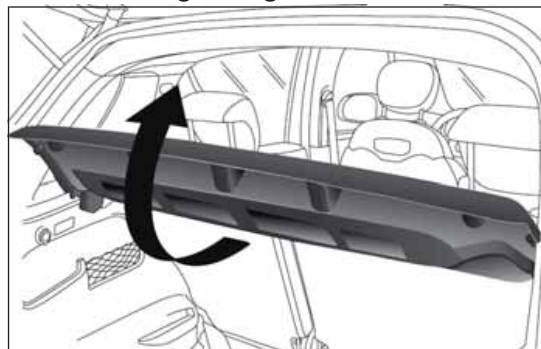

Abb. 84
- Heben Sie den hinteren Teil der Hutablage, wie in Abb. 84 dargestellt, hoch;